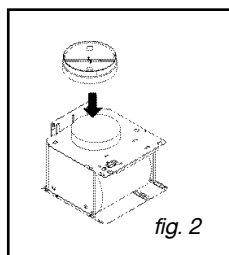

fig. 2
– Monte a válvula de retenção na saída do motor (fig.2). Esta válvula de retenção permite obstruir a entrada de ar vindo do exterior.